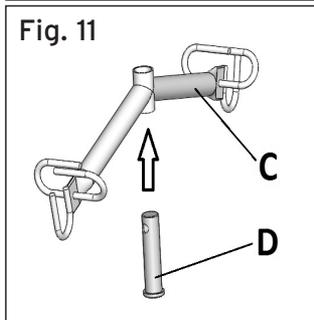

Fig. 11
7. Posizionare il bilanciante nel corrispondente alloggiamento, situato all'estremità del braccio di sollevamento. Inserire il perno e la vite di fissaggio compresa di dado. (Fig.11)